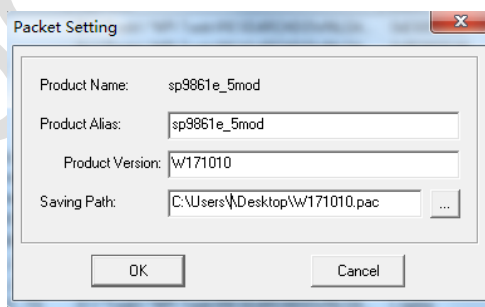

图 6-5
Step3：点击 Package 按钮，输入产品的别名，版本号和保存路径，点击 Ok，进行打包，如图 6-5 所示。